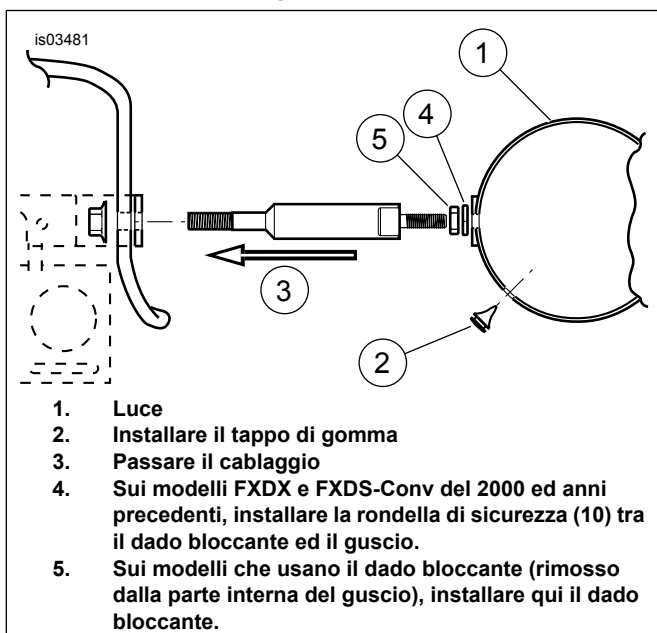

Figura 7. Tipico montaggio del guscio e disposizione del filo nei modelli dotati di sostegni di tipo cilindrico
- e. Vedere Figura 7. Installare il tappo di gomma nel foro lasciato vuoto dai fili.
6. Vedere Figura 7. Installare il guscio della luce sul sostegno come illustrato.